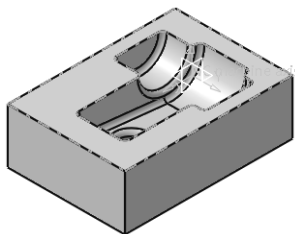

图 3-97 定义目标加工零件 (2)
4) 定义目标加工零件（2）。单击 Design part for simulation 按钮，系统自动隐藏“Part Operation”对话框，在图形区选择打开的实体模型作为目标加工零件，如图 3-97 所示，然后双击空白处返回“Part Operation”对话框。